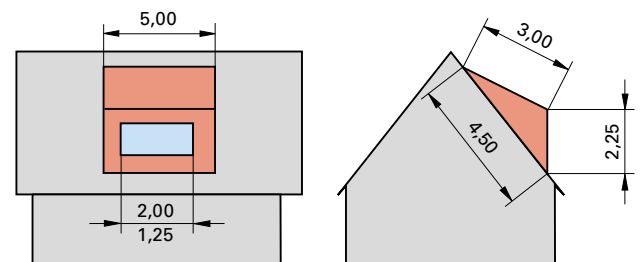

Bild 2: Dachgaube
4.8 Eine Dachgaube ist mit Kupferblech zu verkleiden (**Bild 2**). Wie viele m^2 Blech benötigt man für